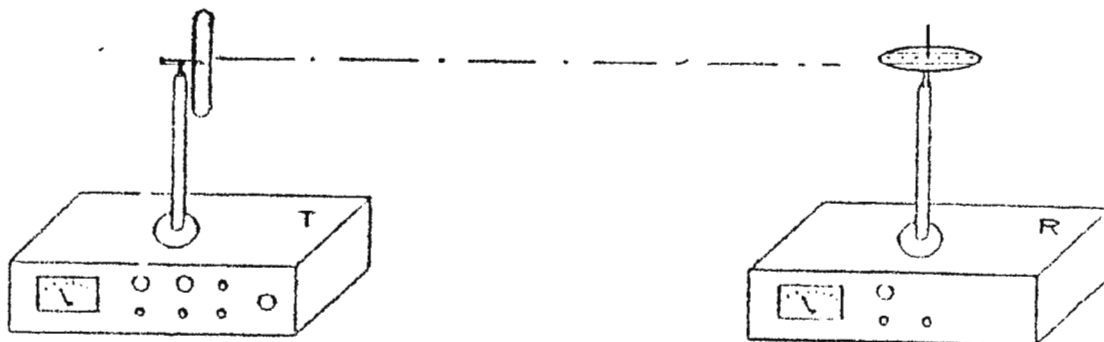

FIGURA 1.
1. Conectar la antena Yagi (SO4100-2F) al transmisor de UHF (SO4100-1.A), y conectar la antena Plano tierra (SO4100-2C) al receptor de UHF (SO4100-3.A), colocar los equipos como se muestra en la figura 1.